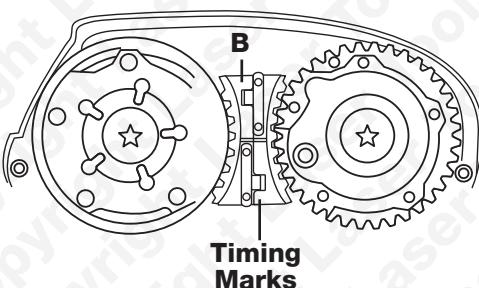

Fig. 2
Monte o componente (B) com as marcas de distribuição da polie dos cames alinhadas conforme ilustrado na Fig. 2 e a marca de distribuição do regulador da árvore de cames de admissão devidamente posicionada.